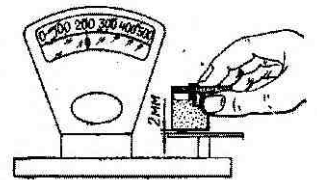

Рис. 37. Проверка усилия прижатия щеток
2. Проверить высоту щеток и давление щеточных пружин (рис. 37). Высота щеток должна быть не менее 7 мм от пружины до основания щетки, а давление пружин на щетку при сжатии пружины до 17,5 мм должно быть 0,19—0,25 кгс. При необходимости щетки заменить и проточить контактные кольца, если их износ превышает 0,5 мм по диаметру. Минимально допустимый диаметр проточки контактных колец — 29,3 мм.
3. Проверить высоту щеток и давление щеточных пружин (рис. 37). Высота щеток должна быть не менее 8 мм (не учитывая часть щетки под пружинной). При необходимости щетки заменить.